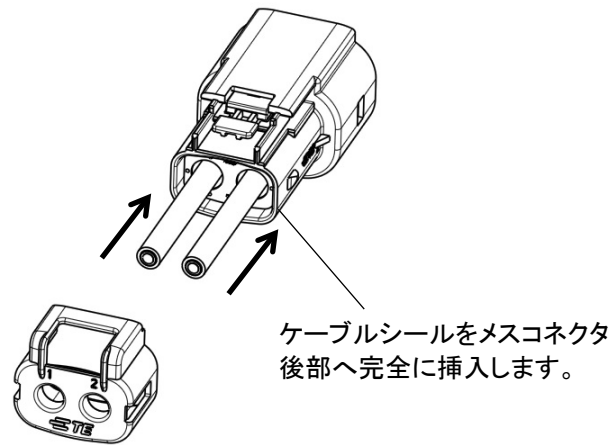

Fig.20
- 5.12. Fig.20 に示されるようにケーブルシールをメスコネクタのアウトターハウジングの後部内へ止まるまで完全に挿入します。